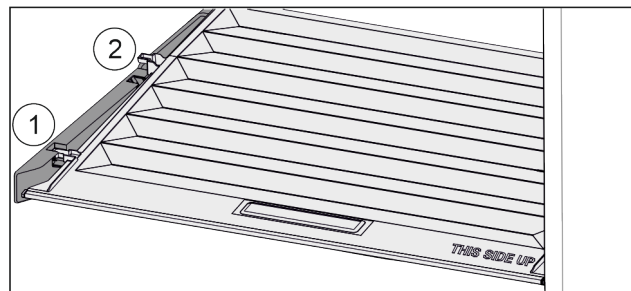

Fig. 51
- ▶ Vytáhněte víko dopředu až k otvoru v přídržných dílech Fig. 51 (1).
- ▶ Vzadu zespolu nadzvedněte a vyjměte směrem nahoru Fig. 51 (2).